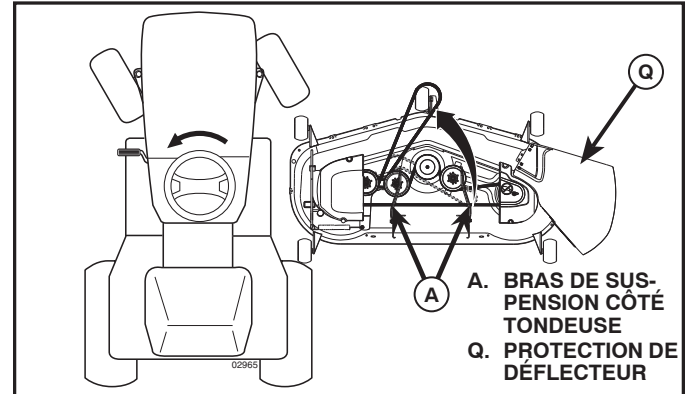

Fig. 8
4. GLISSER LA TONDEUSE SOUS LE TRACTEUR (Voir la Fig. 8)